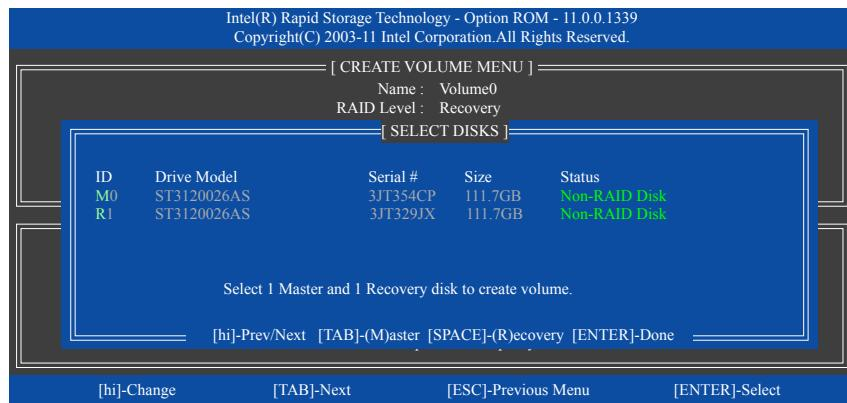

図 10
**Select Disks** アイテムの下で、<Enter>を押します。**SELECT DISKS** ボックスで、マスタードライブに対して使用するハードドライブには<Tab>を押し、リカバリドライブに対して使用するハードドライブには<Space>を押します。(リカバリドライブの容量がマスタードライブの容量より大きいことを確認してください) <Enter>を押して確認します(図10)。